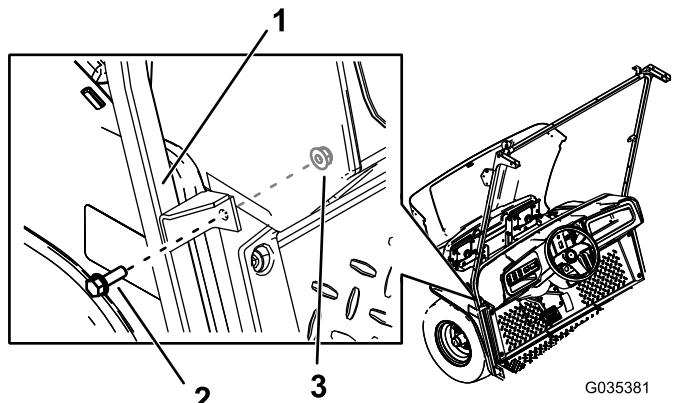

Figura 5
4. Prenda o suporte do meio do suporte do limpador para-brisas à máquina utilizando dois parafusos flangeados sextavados (5/16 x 1") e duas porcas (5/16") nos furos que realizou (Figura 5).